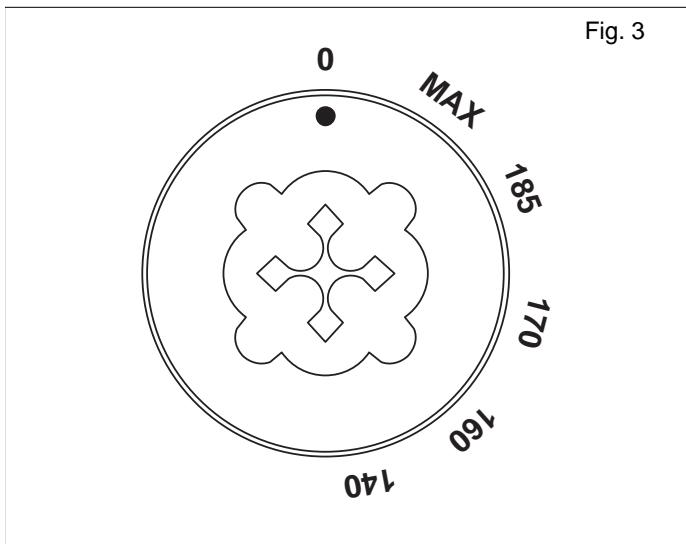

Fig. 3
- Girar la llave (Fig. 3) hasta la posición que corresponda a la temperatura deseada.
- Volver a colocar la llave (Fig. 3) en la posición "0".